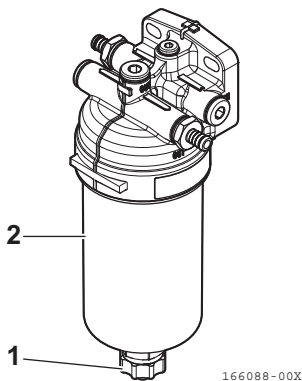

Figure 12
- 2. Retirez le bouchon de vidange (Figure 12, (1)).
- 3. Retirez le couvercle du filtre (Figure 12, (2)) à l'aide d'une clé (clé surplats) : 30).